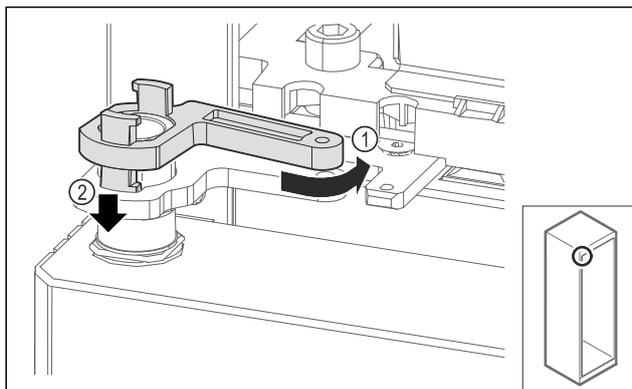

Fig. 67
- ▶ Злегка поверніть механізм блокування опорного кронштейна назад Fig. 67 (1), притисніть униз Fig. 67 (2) і заблокуйте в кутику петлі.